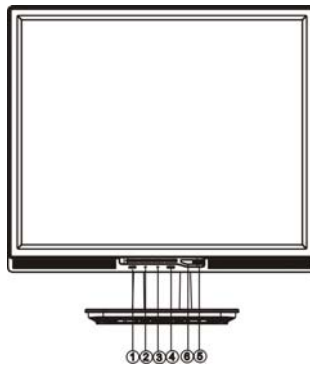

Abb. 4 Externer Regler
4. Stellen Sie nach dem Drehen die Bildschirmhöhe nach Bedarf ein in der Abbildung 4 angezeigt..
Drücken Sie zum Ein- und Ausschalten des Monitors auf die Netzaste. Die anderen Regler befinden sich auf dem vorderen Bedienfeld des Monitors (siehe Abbildung 4). Durch Ändern dieser Einstellungen kann das Bild wie gewünscht geändert werden.